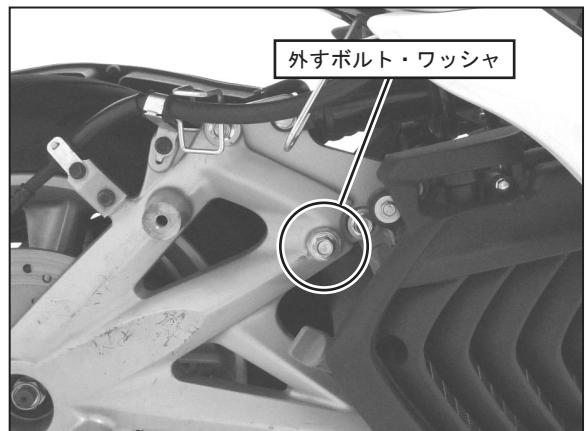

FIG. 6
7. FIG. 6で示すボルト・ワッシャを外して下さい。
外したボルト・ワッシャは、⑤サイレンサーステーの取り付けに使用します。（FIG. 6 参照）